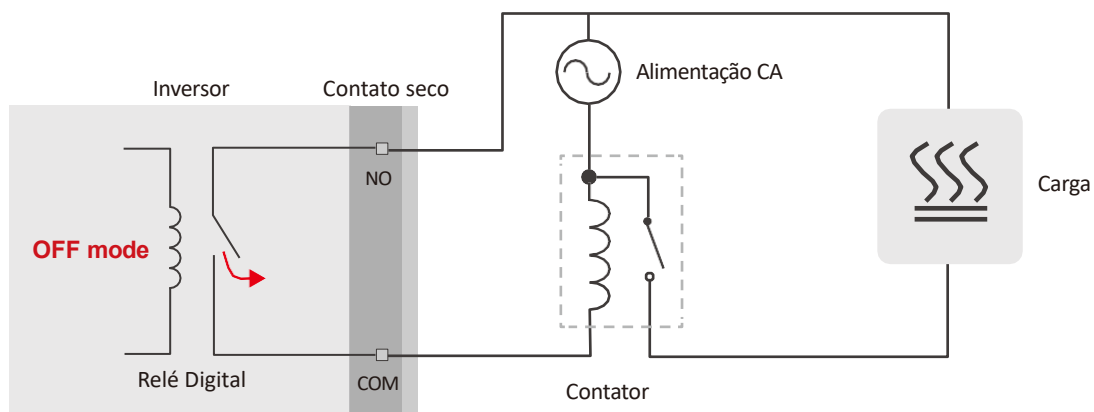

Figura 2: Funcionamento do *Dry contact mode* quando operando em OFF Mode.
No modo de operação conhecido como “Dry contact mode”, os usuários podem ligar (ON) ou desligar (OFF) as cargas de acordo com as suas necessidades. É importante se atentar a nomenclatura, pois o usuário pode, de forma manual, fechar (ON) ou abrir (OFF) o contato do inversor via aplicativo SolarGo. Por exemplo, a figura 2 abaixo mostra a lógica interna ao desligar as cargas utilizando o *OFF Mode*. Quando o relé está aberto, a bobina do contator não é alimentada pelo circuito, conseqüentemente a carga não vai possuir alimentação CA, seja da rede ou da saída de back-up, e se manterá desligada.